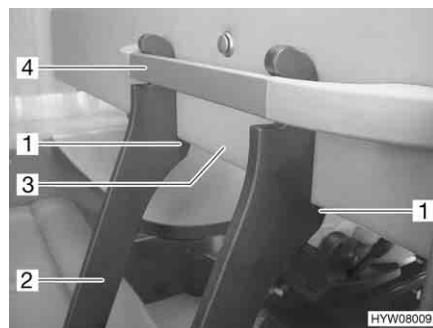

Fig. 101 Scaletta di accesso correttamente posizionata
- Spingere in avanti l'estremità inferiore della scaletta di accesso finché il diaframma (Fig. 101,3) del letto basculante si trova bloccato sui supporti (Fig. 101,1) sulla scaletta di accesso (Fig. 101,2).
- Staccare la scaletta di accesso (Fig. 101,2) dalla barra di presa (Fig. 101,4) nel letto basculante.